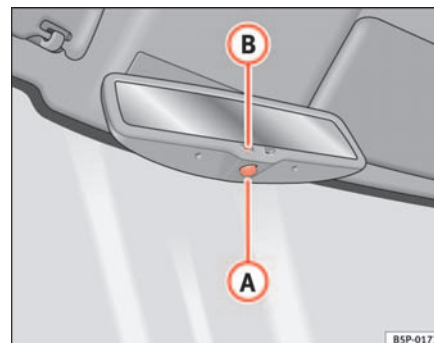

Fig. 88 Espelho interior com ajuste automático para posição de anti-encadeamento.
- Prima a tecla (A) ⇒ fig. 88. A luz avisadora (B) apaga-se.
- Prima a tecla (A) ⇒ fig. 88. A luz avisadora está acesa.